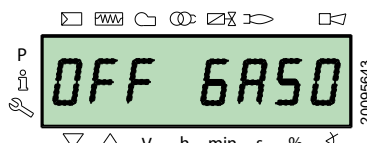

Рис. 37
- жидком топливе **OFF GAS0** (Рис. 37)